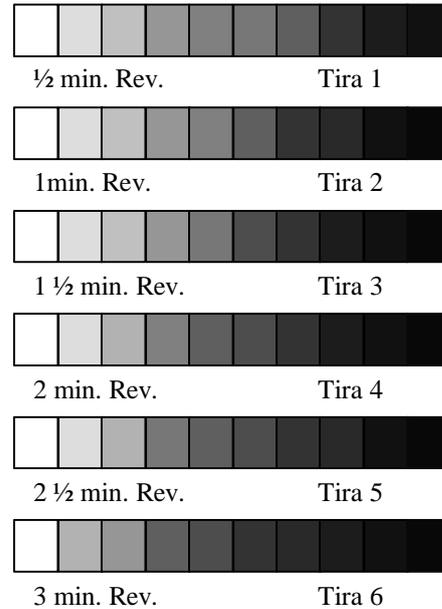

Fig. 4- 6. Tiras de prueba de evaluación del tiempo de revelado, colocadas para su comparación.
- Coloque las tiras sobre un negatoscopio, una junto a la otra, en orden numérico, con los pasos no expuestos hacia el mismo extremo (Fig. 4- 6).
- Establezca una tabla de tiempo/temperatura (Fig. 4- 7).